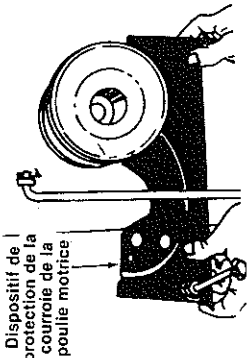

FIGURE 36
6. Placez la protection de la courroie de la poulie motrice en la faisant glisser vers l'arrière et vers la droite. Voir la figure 36.